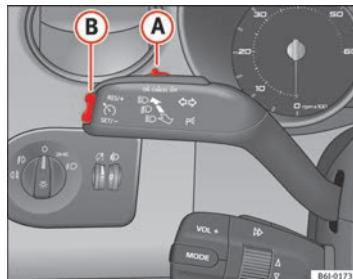

Fig. 112 Palanca de intermitentes y de luz de carretera: mando y tecla basculante para el regulador de velocidad
- Mueva el mando →fig. 112 A hacia la izquierda hasta la posición ON.